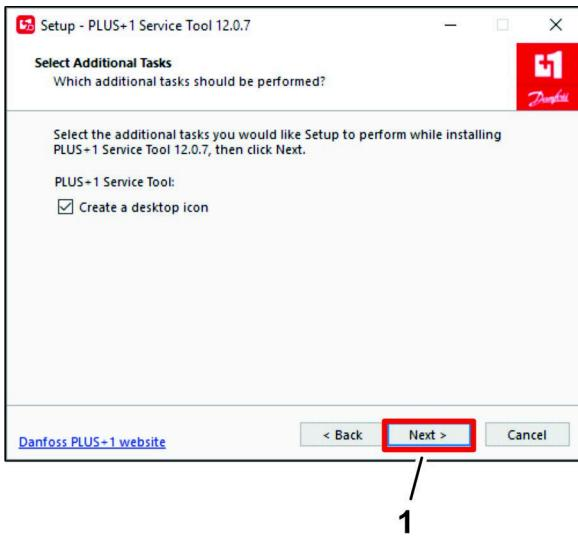

Figura 25
7. Na caixa de diálogo Select Additional Tasks (selecionar tarefas adicionais), clique em NEXT (Figura 25).